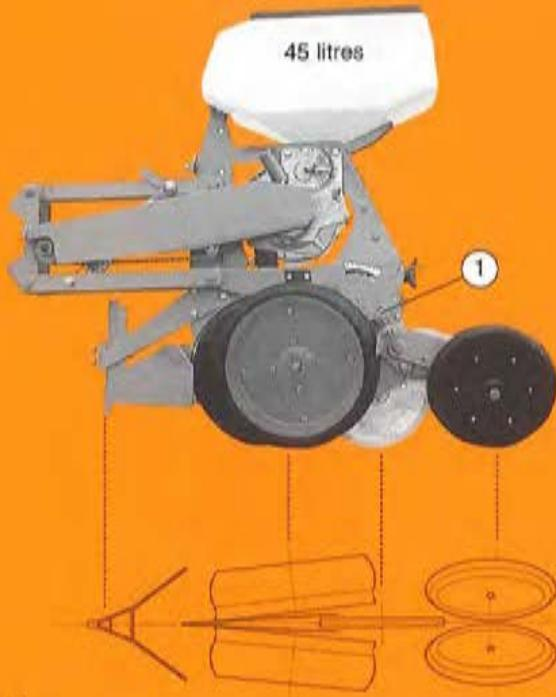

Fig. 54
- Semoir attelé, enlever les roues latérales de jauge avec les bras par les goupilles (1) (fig. 54).
- With planter hitched, remove the side gauge wheels with arms by using the pins (1) (fig. 54)
- Sämaschine ausheben, entfernen Sie den Splint (1) - Fig. 54 und demontieren Sie die seitlichen Andruckrollen mit Armen.